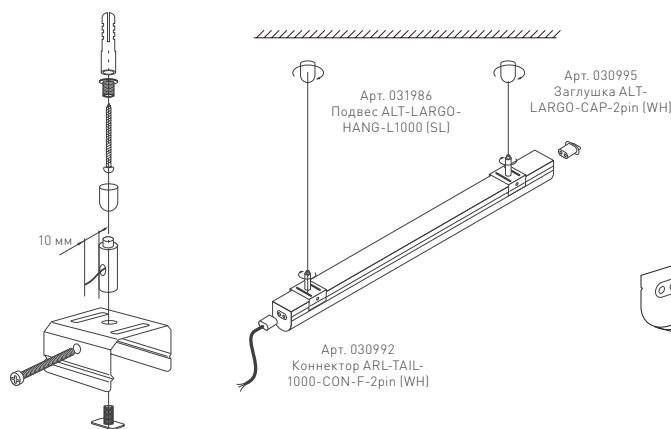

Рис. 2. Установка светильника подвесным способом
- Для подвесного монтажа (рис. 2) закрепите на потолке цанговые зажимы для тросов (поставляются отдельно). Выверните из скобы фиксирующий винт. Закрепите на скобе зажим для троса. Установите скобу на светильник и закрепите ее фиксирующим винтом.